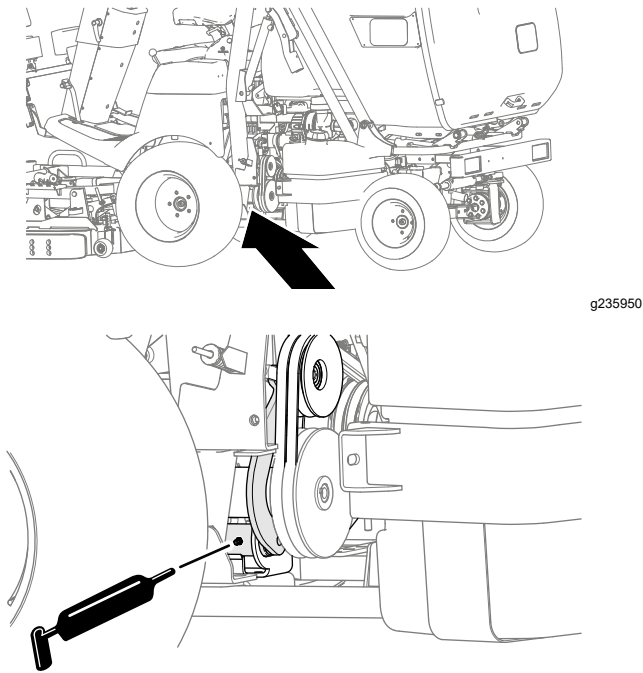

Figura 46
- Soporte de polea tensora de la toma de fuerza (Figura 46)